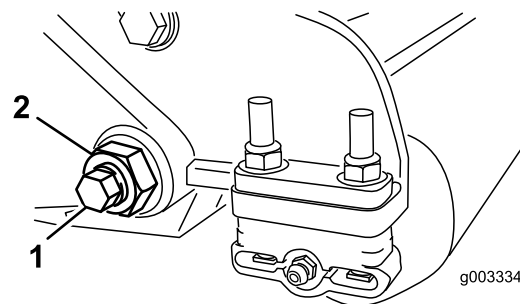
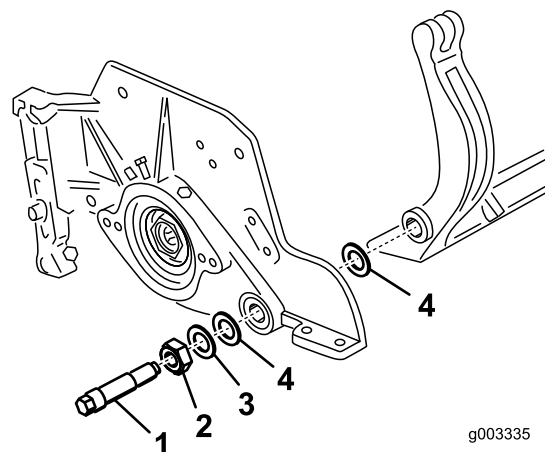
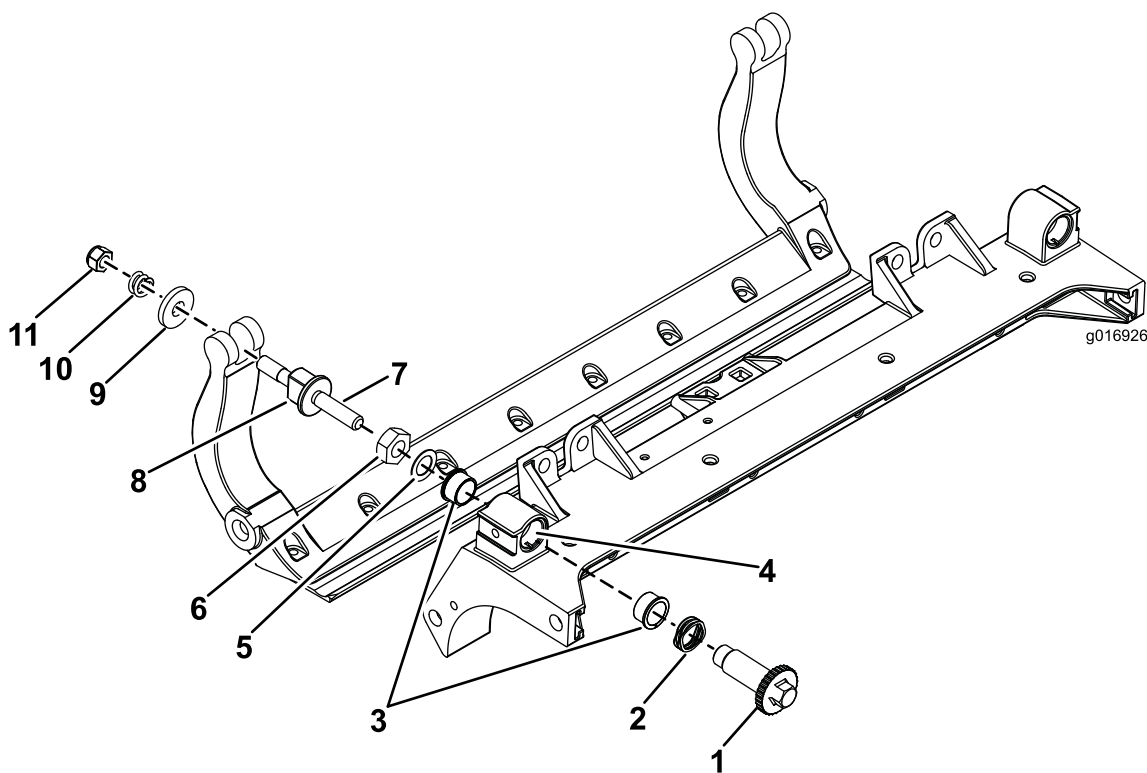

Figura 34
Figura 35
Figura 37
3. Desaperte a porca de bloqueio que segura a cavilha da barra de apoio, em cada um dos lados da máquina (Figura 34).
4. Remova cada uma das cavilhas da barra de apoio, de modo a permitir puxá-la e retirá-la da máquina (Figura 34). Guarde as duas anilhas de nylon e a anilha de aço prensado de cada uma das extremidades da barra de apoio (Figura 35).
2. Fixe a barra de apoio a cada um dos lados da placa lateral com as cavilhas (porcas flangeadas nas cavilhas) e com as 6 arruelas. Deve colocar uma anilha de nylon em cada um dos lados da placa lateral. Coloque uma arruela de aço no exterior de cada uma das arruelas de nylon (Figura 35). Aperte os parafusos com 37–45 Nm. Aperte as porcas até que a anilha de aço exterior pare de rodar e a folga seja removida, mas não aperte em demasiado nem
1. Retire todas as peças (consulte as *Instruções de instalação* do Kit DPA HD Modelo n.º 120–7230 e Figura 37).
3. Alinhe as chaves nos casquilhos das flanges com as ranhuras na estrutura e instale os casquilhos (Figura 37).
4. Instale uma anilha ondulada no veio do ajustador e deslize o veio do ajustador para os casquilhos da flange na estrutura da unidade de corte (Figura 37).
5. Prenda o veio ajustador com uma anilha plana e porca de bloqueio (Figura 37). Aperte a porca de bloqueio com 20 a 27 Nm.
9. Fixe a barra de apoio a cada um dos lados da placa lateral com as cavilhas (porcas flangeadas nas cavilhas) e com as 6 arruelas. Deve colocar uma anilha de nylon em cada um dos lados da placa lateral. Coloque uma arruela de aço no exterior de cada uma das arruelas de nylon (Figura 37). Aperte os parafusos com 37-45 Nm. Aperte as porcas até que a anilha de aço exterior pare de rodar e a folga seja removida, mas não aperte em demasiado nem desvie as placas laterais. As arruelas podem ter uma folga interna (Figura 35).